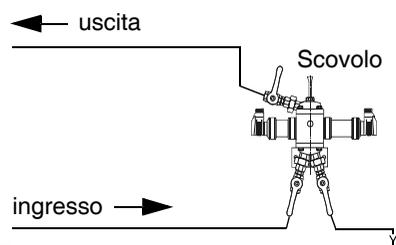

Fig. 3
– Il punto di presa deve essere nella parte bassa della linea, usare una tasca a saldare (vedi Pag. 14, Fig. 3)
Assicurarsi che il flusso nella cella sia come riportato a Pag. 14 Fig. 3, in caso contrario il cilindro in vetro può essere danneggiato.